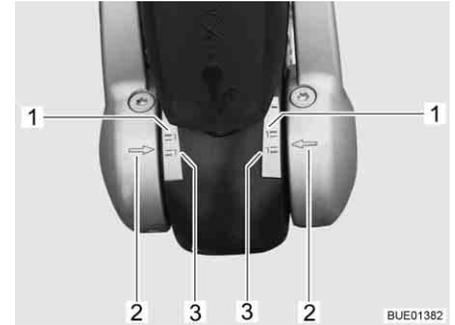

Bild 200 Anzeigebereich Reibbeläge links und rechts
- Wenn die Pfeile an der Druckscheibe (Bild 200,2) unterhalb oder auf der grünen Markierungsfläche (Bild 200,3) stehen, sind die Reibbeläge neuwertig.
- Wenn die Pfeile an der Druckscheibe innerhalb der Markierungsflächen (Bild 200,1 und 3) stehen, sind die Reibbeläge leicht abgenutzt.
- Wenn die Pfeile an der Druckscheibe auf oder oberhalb der roten Markierungsfläche (Bild 200,1) stehen, sind die Reibbeläge abgenutzt. Reibbeläge wechseln lassen.